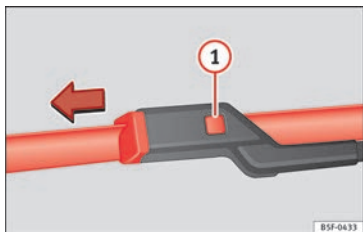

Fig. 80 Remplacement des balais d'essuie-glace.
- Maintenez la touche de déverrouillage » fig. 80 **1** enfoncée en tirant légèrement le balai dans le sens de la flèche.